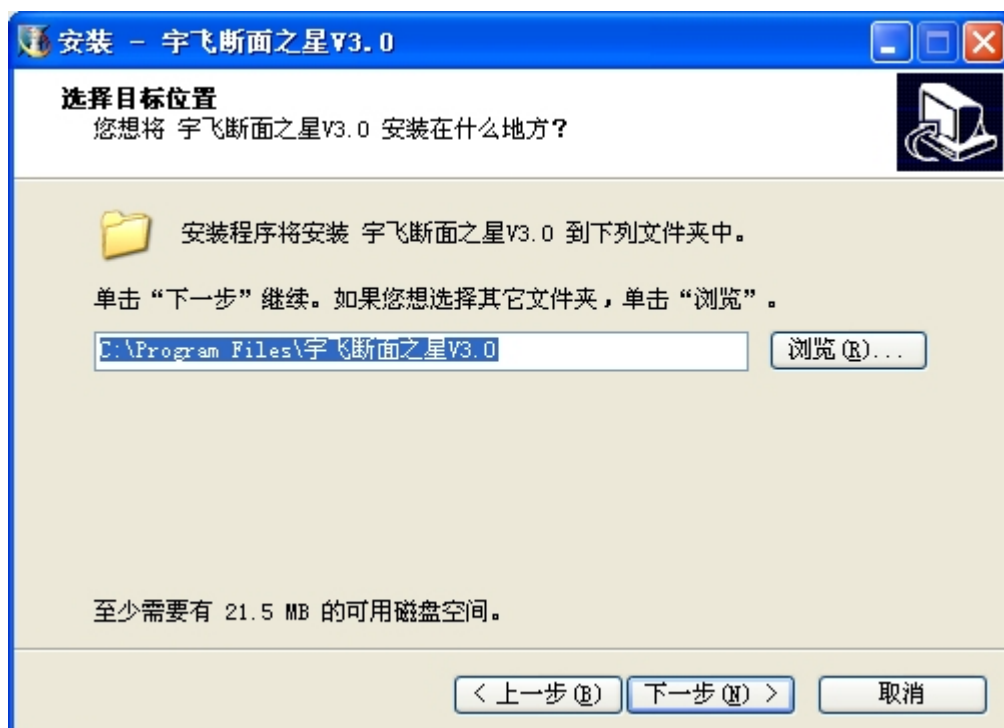

图 2-3
- c、 点击“我同意此协议”，点击“下一步”，出现如图 2-3 界面；